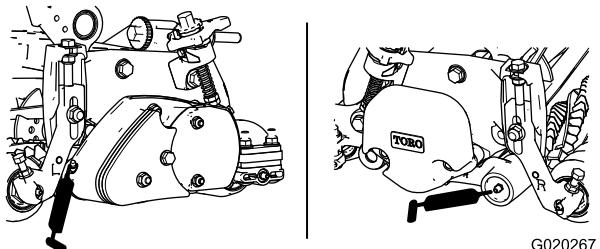

図 16
34. グルーマの各ベアリングにグリスを注入する（注入はポンプで 2~3 回を限度とするこ）。図 16を参照。グリスが多すぎると大きな問題が出るので、グリスを入れすぎないように十分注意する。はみ出したグリスはふき取る。